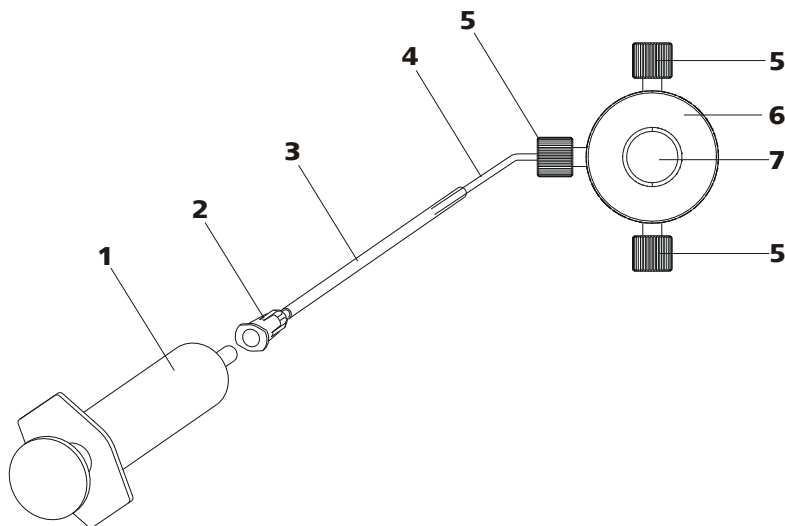

图18 给高压泵排气
高压泵的排气可按以下步骤进行（参见图18，第32页）：
- 将注射器(18-1)插入排气插管的 Luer 式接头(18-2) (参见图 18, 第 32 页)。